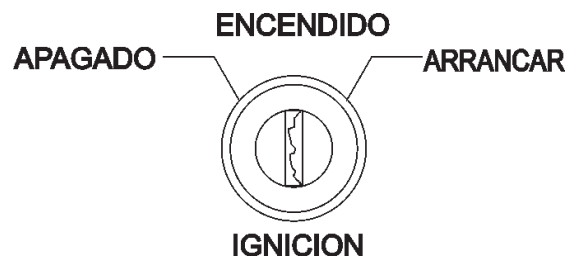

Figura 23. Interruptor de ignición
5. Para arrancar el motor, inserte la llave (Figura 23) dentro del interruptor de ignición y gire la llave a la posición **ON ENCENDIDO**.